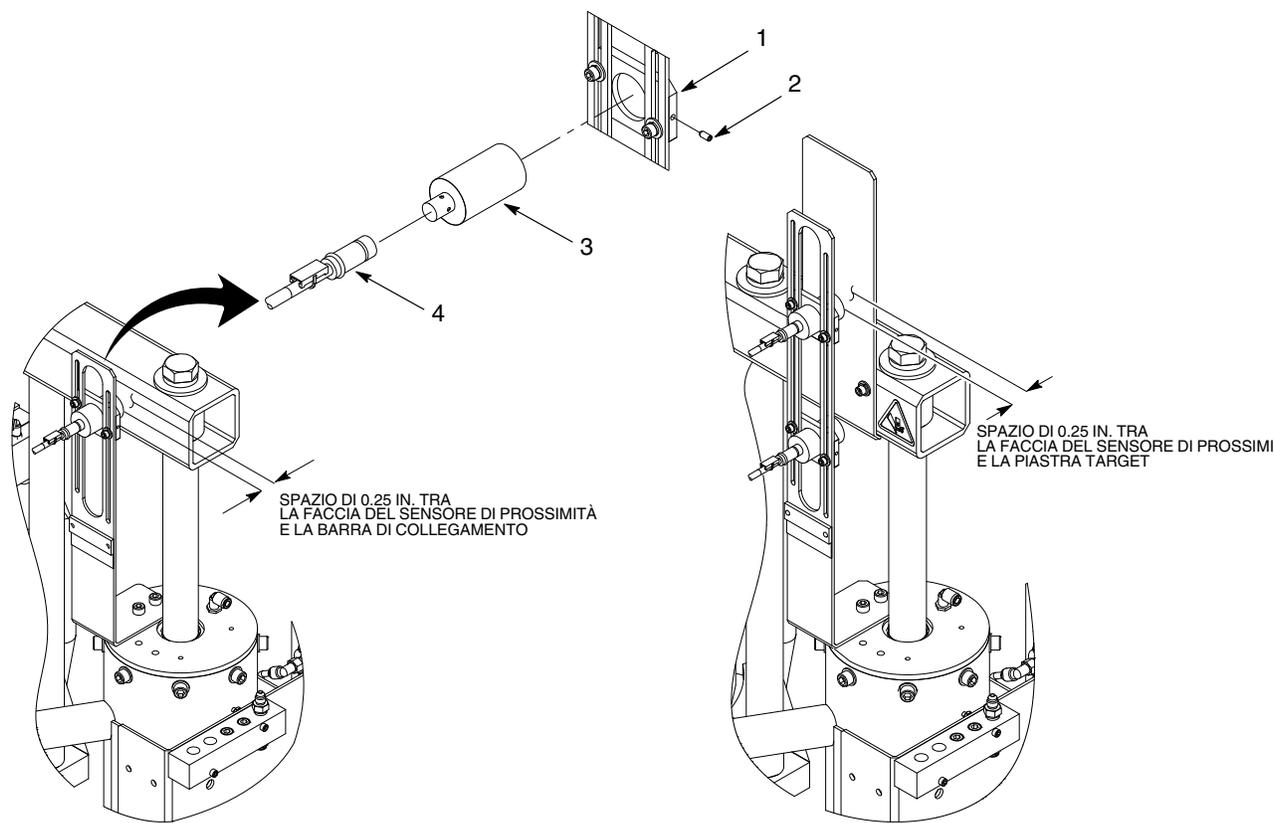

Figura 2 Sostituzione di un sensore di prossimità
1. Vedi figura 2. Scollegare il cavo di controllo (4) dal sensore di prossimità (3).
2. Togliere la vite di arresto (2) che fissa il sensore di prossimità (3) alla piastra di regolazione (1). Togliere il sensore di prossimità dalla piastra di regolazione.
3. Avvitare il nuovo sensore di prossimità nella piastra di regolazione (1), finché c'è uno spazio di 0.25 in. tra la faccia del sensore di prossimità e la barra di collegamento o la piastra target.